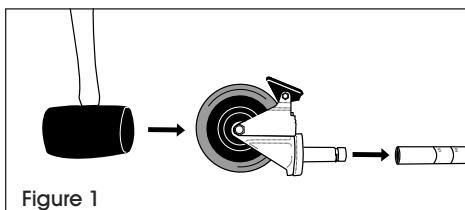

Figure 1
- Assurez-vous que le montant est positionné comme illustré. (Voir Figure 1)
- Actionnez le frein des roues pour empêcher le mouvement des roulettes lors du montage. Utilisez un maillet en caoutchouc pour tapoter la tige des roulettes dans les montants. (Voir Figure 1)